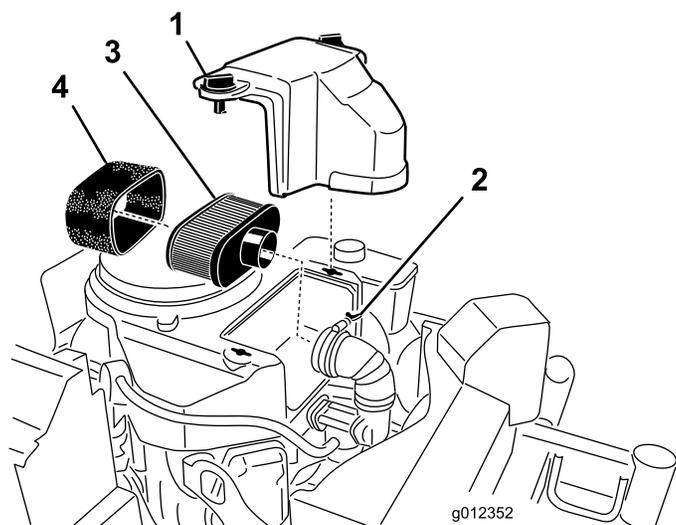

Bild 41
3. Reinigen Sie den Bereich um den Luftfilter herum, um zu verhindern, dass Schmutz in den Motor fällt und Schäden verursacht (Bild 41).
4. Schrauben Sie die Handräder los und entfernen Sie die Luftfilterabdeckung (Bild 41).
5. Schrauben Sie die Schlauchklemme los und entfernen Sie die Luftfilterabdeckung (Bild 41).
6. Ziehen Sie den Schaumeinsatz vorsichtig vom Papiereinsatz (Bild 41).
2. Ersetzen Sie den Papiereinsatz, wenn er beschädigt ist (Bild 41).
1. Schieben Sie das Schaumelement vorsichtig auf das Papierluftfilterelement (Bild 41).
2. Schieben Sie den Luftfilter auf das Luftfilterunterteil oder den Schlauch und befestigen ihn (Bild 41).
3. Setzen Sie die Abdeckung des Luftfilters auf und ziehen Sie das Abdeckhandrad fest (Bild 41).